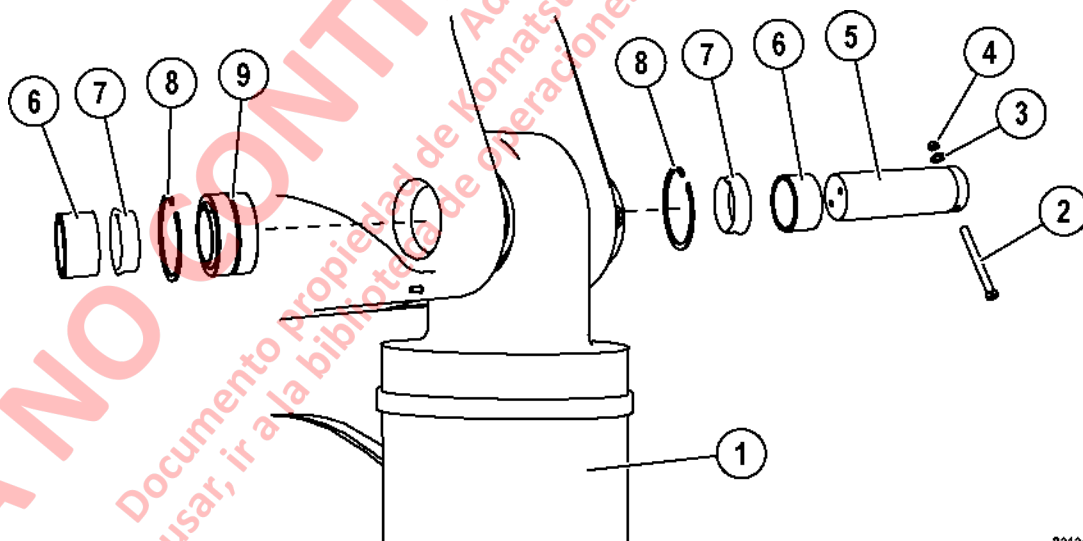

FIGURA 3-4. INSTALACIÓN DE PASADOR DEL CILINDRO SUSPENSIÓN TRASERA
8. Retire la tuerca de bloqueo (4, figura 3-4), arandela plana (3) y perno (2) de los pasadores superiores e inferiores del cilindro de suspensión a remover.
11. Retire el montaje inferior a pasador (5, figura 3-4).
1. Inspeccione las camisas de la cavidad de montaje (9, Figura 3-4) y los espaciadores del rodamiento por si presentaran daño y desgaste. Revise el ajuste de los pasadores en las cavidades antes de montar la suspensión. Cambie las partes gastadas o dañadas.
3. Posicione el ojal de la suspensión superior y el rodamiento esférico entre los ojales en el bastidor, como se muestra en la Figura 3-4. Oriente el cilindro de modo que la válvula de carga enfrente el cilindro de la suspensión opuesto, como se muestra en la Figura 3-1.